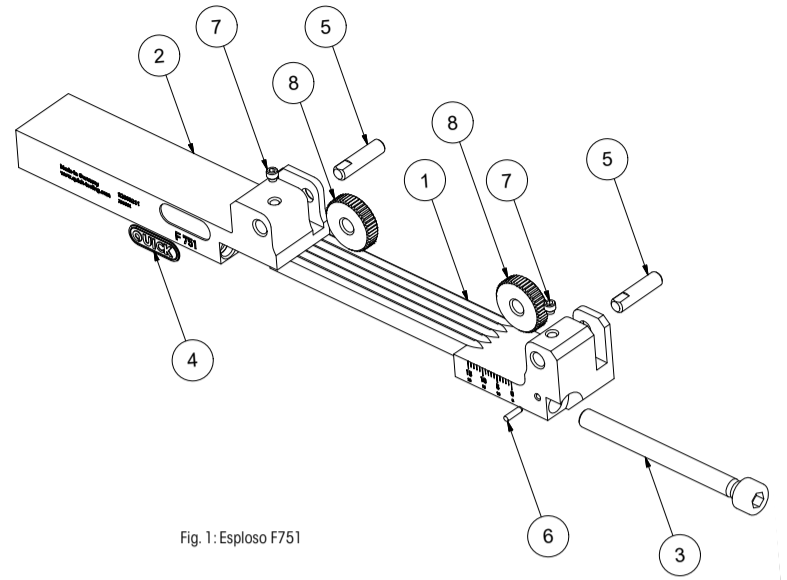

Fig. 1: Esploso F751
Per installare o sostituire i godroni di godronatura allentare i due grani filettati (fig. 1, pos. 7) e le bussole (fig. 1, pos. 5) insieme al godrone di godronatura (fig. 1, pos. 8). Infine montare i nuovi godroni di godronatura con le bussole e serrare con il grano filettato. Assicurarsi che la bussola sia fissata sulla superficie del piano.
Per impostare il campo di lavoro, regolare il cursore anteriore insieme al godrone di godronatura girando il mandrino (fig. 1, pos. 3).
Le bussole (fig. 1, pos. 5) come anche i godroni di godronatura (fig. 1, pos. 8) devono essere sostituite dopo cicli definiti, al più tardi in presenza di notevole usura o parametri di processo devianti. Controllare anche la fessura delle ganasce alla ricerca di segni di usura o allargamento.